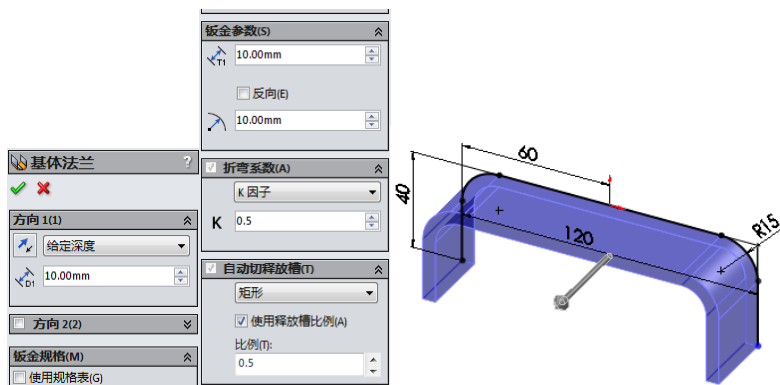

图 7-2 绘制基体法兰草图
(1) 单击“钣金”工具栏中的“基体法兰/薄片”按钮，或执行“插入”→“钣金”→“基体法兰”菜单命令。
(2) 绘制草图。在左侧的“FeatureMannger 设计树”中选择“前视基准面”作为绘图基准面绘制草图，如图 7-2 所示，然后单击“退出草图”图标。